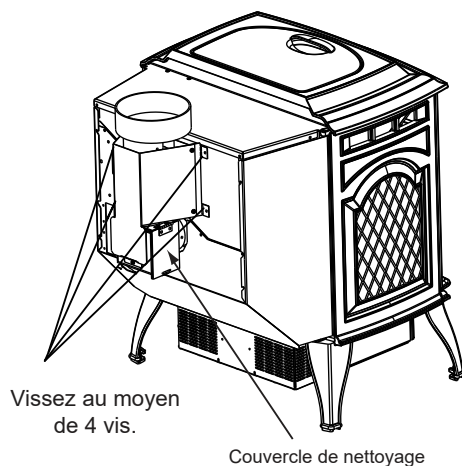

Figure 21.2
5. Percez 2 trous au moyen de la mèche n° 26 à travers la sortie d'air arrière, en vous guidant sur les 2 trous déjà percés dans le court tuyau horizontal de l'adaptateur supérieur de ventilation. Installez les 4 vis (**Figure 21.2**).